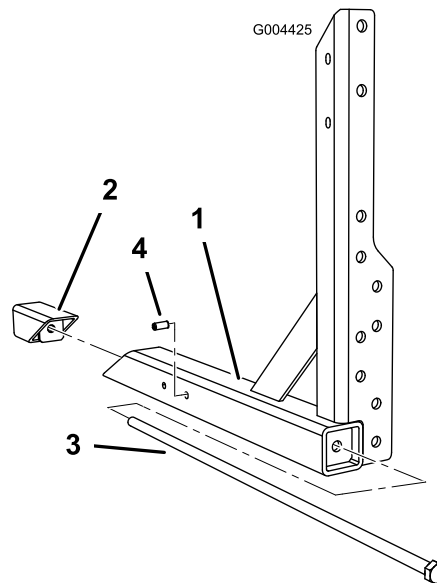

図 6
1. フレームボルトを、アップライトに通して、フレームウェッジに組み付ける（図 6）。
2. マルチプロ 5700 の場合には、外側の穴(アングルサポートに近い方の穴)にロールピンを差し込む（図 6）。